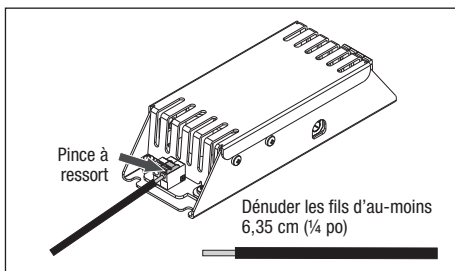
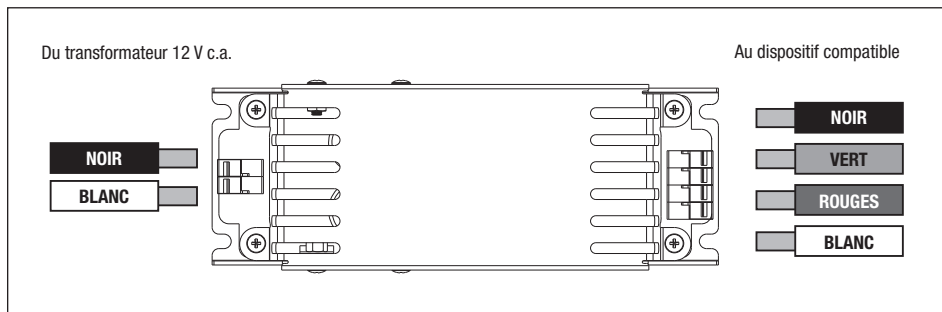

Figure 4. Dénudage et insertion de fil
Figure 5. Câblage RVB
2. Fixer chacun des quatre ou cinq fils à l'adaptateur DEL Smart Sync en repoussant une pince à ressort orange et en insérant le bon fil dessous. Si nécessaire, repousser les pinces à ressort orange pour libérer les fils. Voir la Figure 4 pour le dénudage et l'insertion des fils, la Figure 5 pour le câblage RVB et la Figure 6 pour le câblage RVBB.